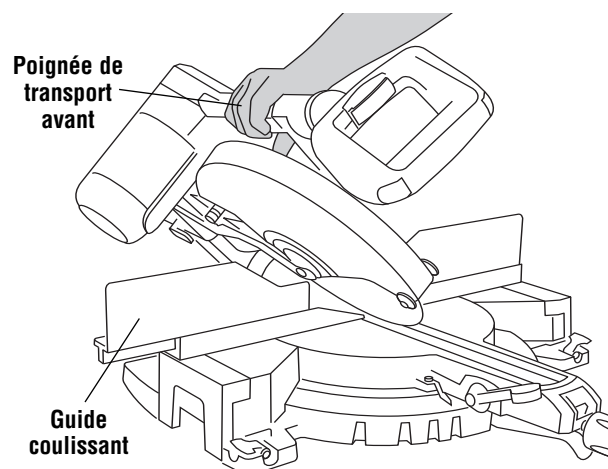

Figure 2.
- a. Déployez le guide coulissant gauche pour faire de la place pour l'ensemble de la scie et bloquez-le (Figure 2).
- c. Saisissez la poignée de transport avant de la main droite et inclinez la tête de la scie pour l'amener à l'angle désiré. (Fig. 2)
- a. Déployez le guide coulissant droit pour faire de la place pour l'ensemble de la scie et bloquez-le (Figure 2).
- c. En vous tenant debout à droite de la scie, saisissez la poignée de transport avant de la main droite et inclinez la tête de la scie légèrement vers la gauche tout en tournant le bouton de sélection de la plage d'inclinaison de la main gauche pour le mettre à la position '0°- 45° à droite' (Figure 2).
- a. Déplacez le guide coulissant gauche ou droit pour faire de la place pour l'ensemble de la scie et bloquez-le (Figure 2).
- c. En vous tenant debout à droite de la scie, saisissez la poignée de transport avant de la main droite et inclinez la tête de scie légèrement vers la gauche tout en tournant le bouton de sélection de la plage d'inclinaison de la main gauche pour le mettre à la position 'plage maxi' (Figure 2).